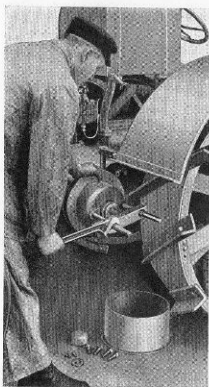

Fig. 72.
1. Sedan regulatorn upplyfts, borttages skyddskapseln på bromsaktiv, och den senare skruvas av med den därför avsedda tvingen (se fig. 72).